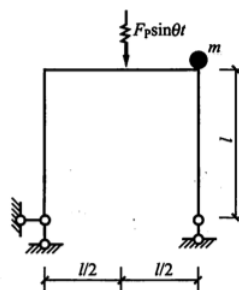

图 9-72
9-18 图 9-72 所示结构承受 $F_p \sin \theta t$ 简谐荷载的作用。各杆 EI 相同, 不计杆的质量和轴向变形, 不计阻尼。设 $\theta = \sqrt{\frac{2}{3}} \omega$, ω 为结构的自振频率。试求: (1) 体系的振动微分方程; (2) 质点 m 的振幅 A 。(重庆大学 2009)